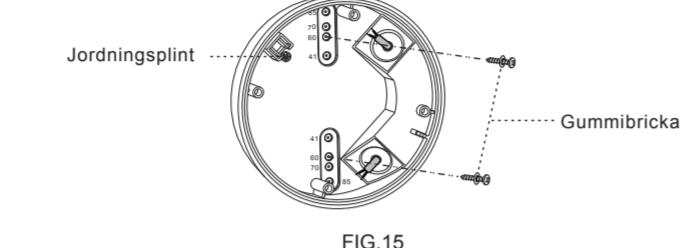

FIG.15
4.4.3.3 Välj lämpliga hålanvisningar för att montera kopplingsdosan på takskivans yta med de 2 tråskruvorna som hålls fast med gummibrickor (se FIG.15).